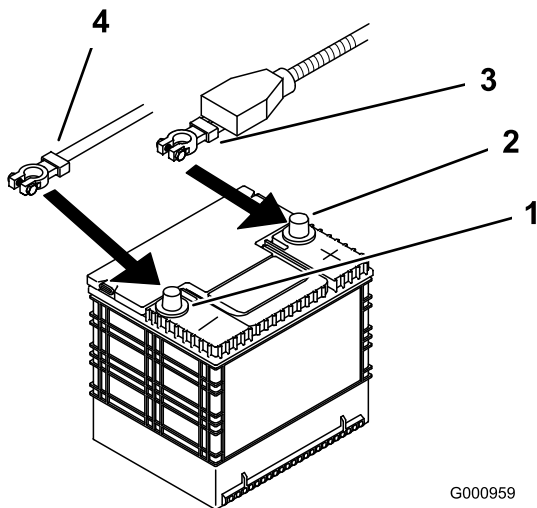

Figure 38
4. Commencez par débrancher le câble négatif de la batterie de la borne négative (-) de la batterie (Figure 38).
5. Ôtez le capuchon rouge de la borne positive (rouge) de la batterie. Débranchez ensuite le câble positif (rouge) de la batterie (Figure 38).
4. Fixez les câbles à l'aide de 2 boulons (1/4 x 3/4"), 2 rondelles (1/4") et 2 contre-écrous (1/4") (Figure 38).